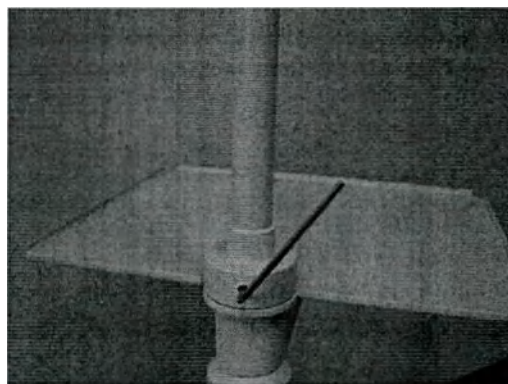

Рисунок 2-6
6. Перед установкой стойки монитора необходимо проложить в трубе кабель питания монитора и кабель HDMI. После того как кабели будут проложены, установить стойку на место. Зафиксировать стойку затяжным винтом с помощью малого шестигранного ключа (рис. 2-6)